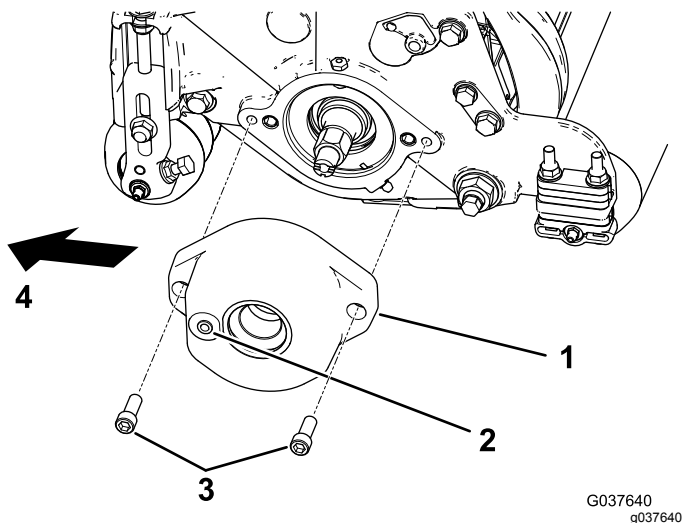

Figure 4
2. **Kit modèle 133-0158 pour Reelmaster 5010 à plateaux de coupe de 17,8 cm seulement :** montez le carter de brosse sur le logement de roulement de cylindre à l'aide de 2 boulons à tête creuse hexagonale (3/8" x 1") ; voir Figure 4.